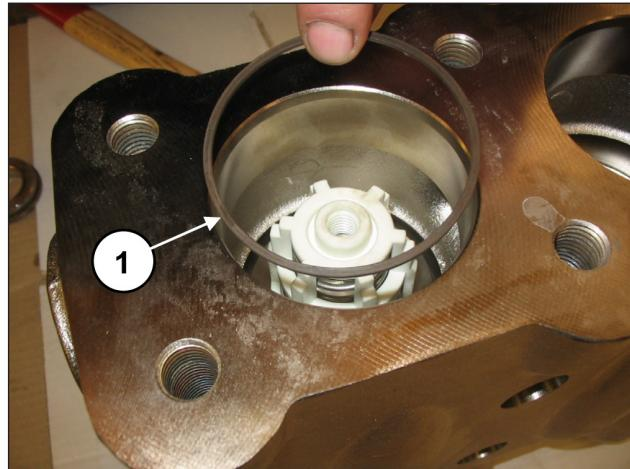

Fig. 126
Placer la bague anti-extrusion, rep. vue éclatée n° 16 (rep. ①, Fig. 126).